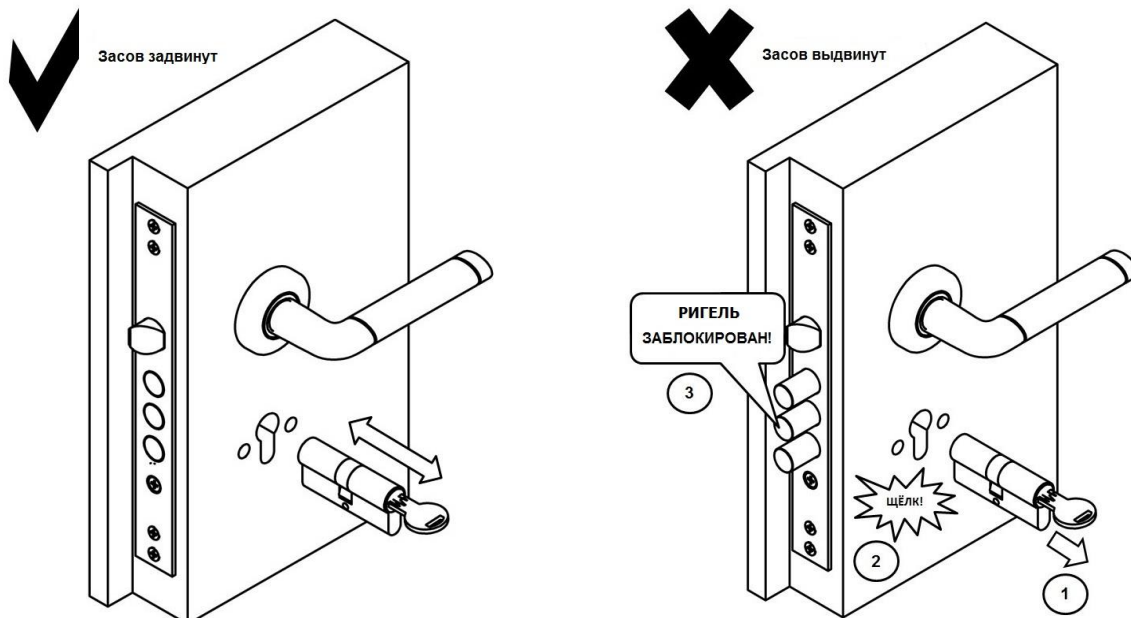

Рисунок 1
**ВНИМАНИЕ!** Замена цилиндрического механизма должна производиться только при открытой двери и при задвинутом ригеле замка (см. рисунок 1), в противном случае произойдет срабатывание защиты и ригель замка заблокируется, что будет являться несоблюдением условий эксплуатации и поводом для прекращения гарантии производителя!